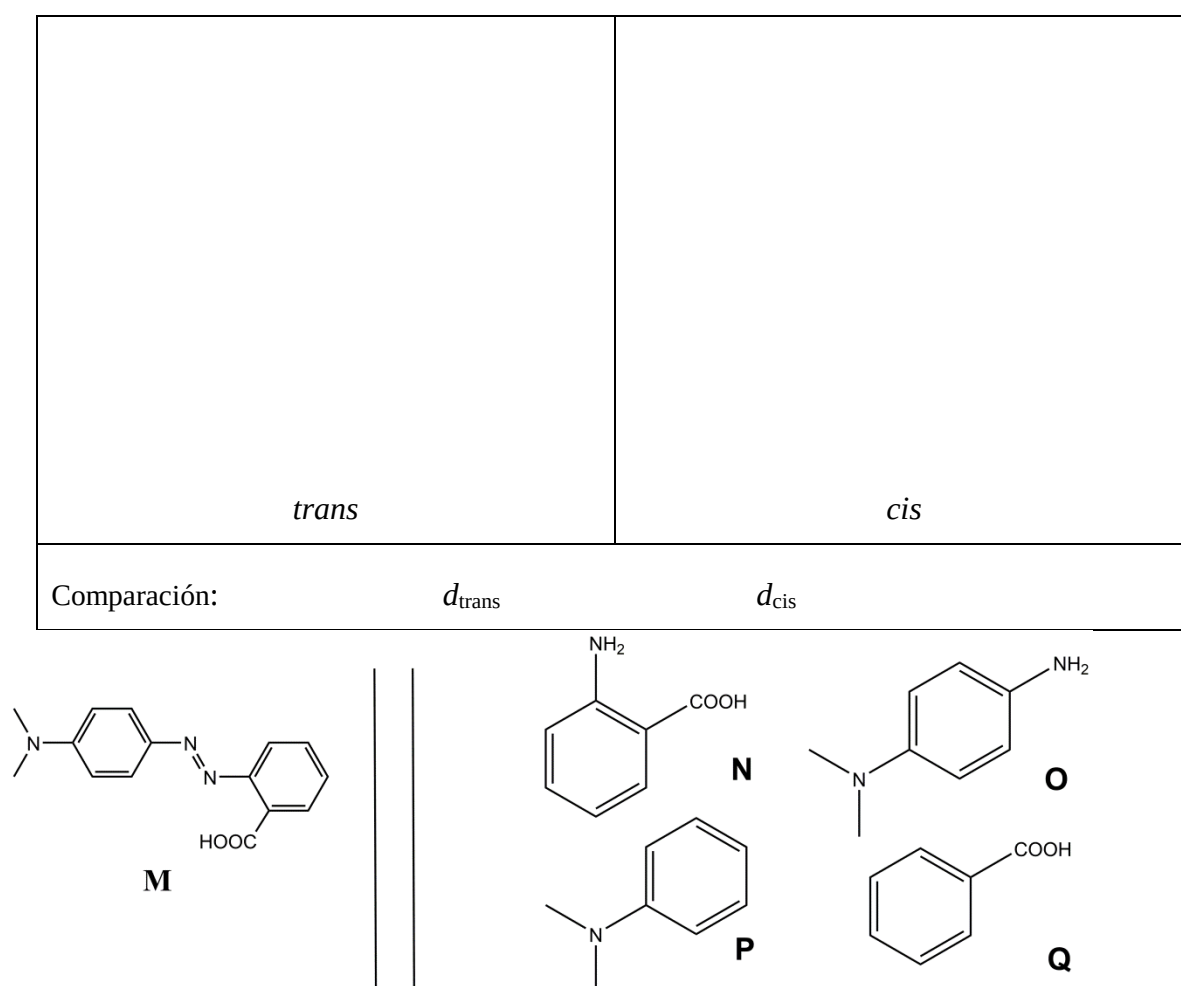

Fig. 1 – Posibles reactivos para la síntesis de **M**.
2. **M** puede ser sintetizado en dos pasos a partir de reactivos simples (Fig. 1). **Elige** entre los reactivos sugeridos (**N** a **Q**) aquellos que puedan producir **M** con una regioselectividad muy alta. El nitrito de sodio ($NaNO_2$) en ácido clorhídrico acuoso frío se utiliza como reactivo para el primer paso de la síntesis.